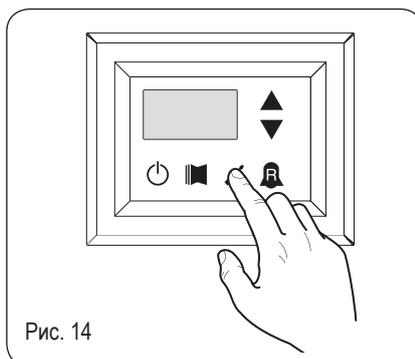
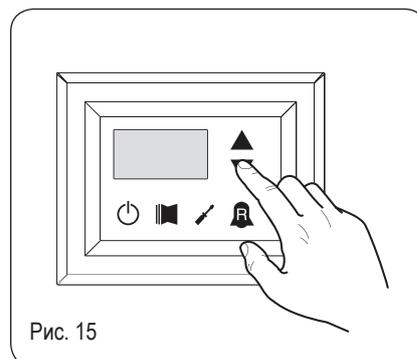

Рис. 14
Рис. 15
Для доступа в меню ЭЛЕКТРИЧЕСКОГО НАГРЕВАТЕЛЯ следует нажать клавишу (Рис. 14). После нажатия клавиши введите пароль для доступа в различные меню. Для доступа в пользовательское меню пароль 001. Для изменения значения пароля воспользуйтесь стрелками. После ввода исправленного пароля нажмите клавишу (Рис.
14). На экране отразится указатель параметра ЭЛЕКТРИЧЕСКОГО НАГРЕВАТЕЛЯ и 3-символьная строка, определяющая его. Строка отображается в течение секунды, после чего заменяется значением параметра. Для перехода к следующему параметру используйте стрелки (рис. 15). Для изменения параметра выберите его,
нажмите клавишу (рис. 14), измените значение при помощи стрелок (рис. 15) и подтвердите изменение, повторно нажав клавишу (рис. 14).